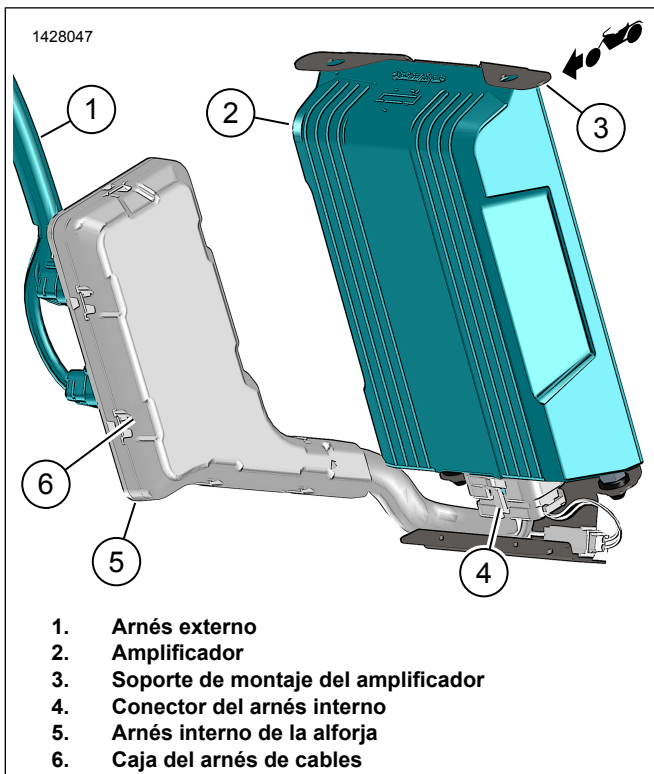
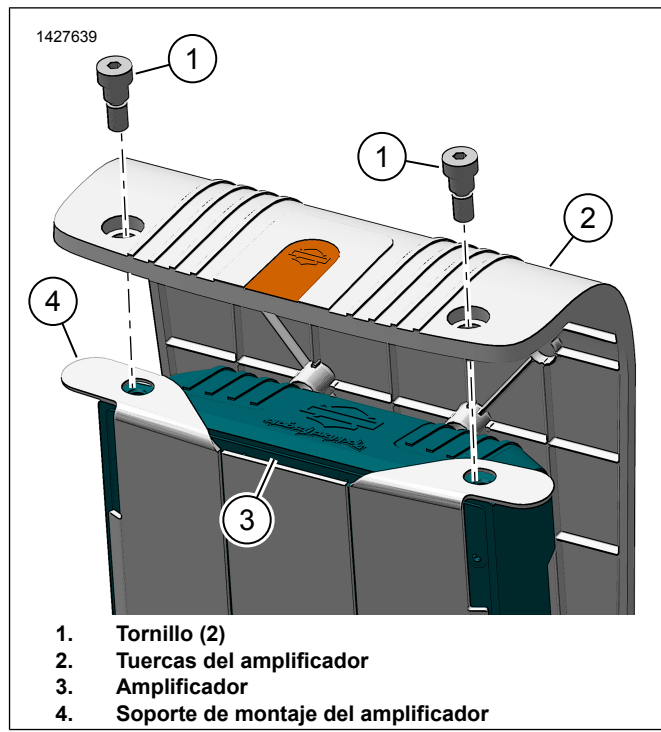

Figura 7. Conjunto del amplificador de la alforja izquierda
Figura 9. Cubierta del amplificador
6. Vea la Figura 7. Conecte el conector interno del arnés (4) al amplificador (2).
7. Instale el amplificador (2) en la pieza de soporte del soporte del amplificador (3).
8. Vea la Figura 9. Instale la cubierta del amplificador (2).
9. Instale los tornillos (1). Ajuste.
10. Vea la Figura 7. Instale la cubierta del arnés de cables (6).
Vea la Figura 7. Asegúrese de que el arnés de cables haga rutas hacia el área del amplificador inferior sin atar ni torcerse. El paquete no debe tirar de la cubierta del arnés de cables (6) del arnés interno (5).